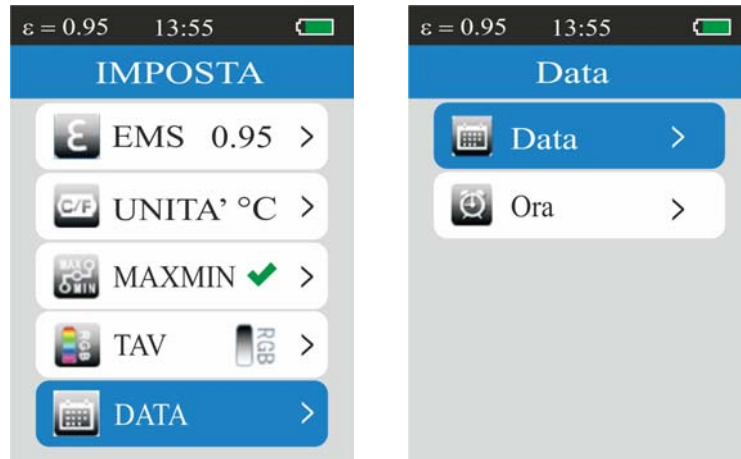

Fig. 10: Impostazione data/ora di sistema – Selezione iniziale
1. Selezionare la voce “DATA” con i tasti ▼ o ▲ e premere il tasto **Enter**. La videata di Fig. 10 è mostrata a display